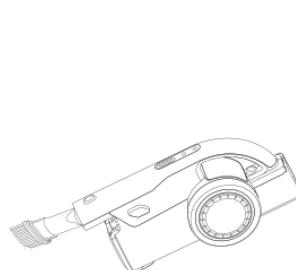

Рис. 3
- Щелевую насадку (23) можно подсоединять к удлинительной трубке (4) или к воздухозаборному отверстию пылесоса (рис. 3).